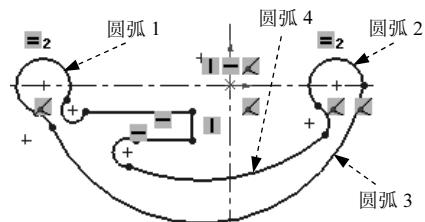

图 6.5 添加“重合”约束
Step 2 添加图 6.5 所示的“重合”约束。按住 Ctrl 键，选择图 6.5 所示的圆弧 1 的圆心和水平中心线，系统弹出“属性”对话框，在**添加几何关系**区域中单击 **重合(D)** 按钮；按住 Ctrl 键，选择图 6.5 所示的圆弧 2 的圆心和水平中心线，系统弹出“属性”对话框，在**添加几何关系**区域中单击 **重合(D)** 按钮；按住 Ctrl 键，选择图 6.5 所示的圆弧 2 和圆弧 3 的交点，再选中水平中心线，系统弹出“属性”对话框，在**添加几何关系**区域中单击 **重合(D)** 按钮；按住 Ctrl 键，选择图 6.5 所示的圆弧 4 的圆心和原点，系统弹出“属性”对话框，在**添加几何关系**区域中单击 **重合(D)** 按钮。